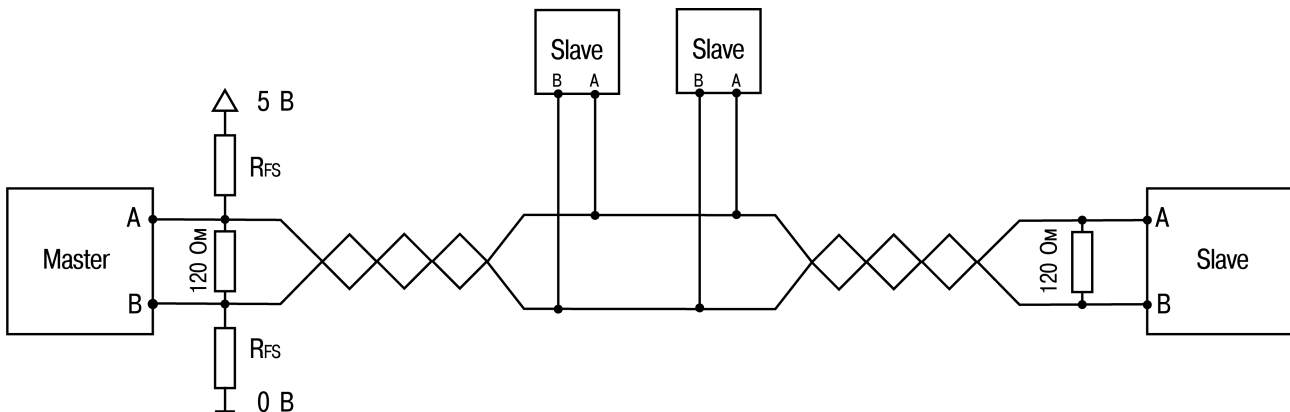

Рисунок 5.25 – Мережа RS-485 з підтягувальними резисторами
На рисунок 5.25 показано шину RS-485 з розподіленими мережевими вузлами. Для виключення невизначеного стану застосовуються підтягувальні резистори  $R_{FS}$  (failsafe – відмовостійкий), які гарантують «логічну одиницю» на виході. Підтягувальні резистори забезпечують підтягування прямого входу (A) до живлення, а інверсного (B) – до заземлення.